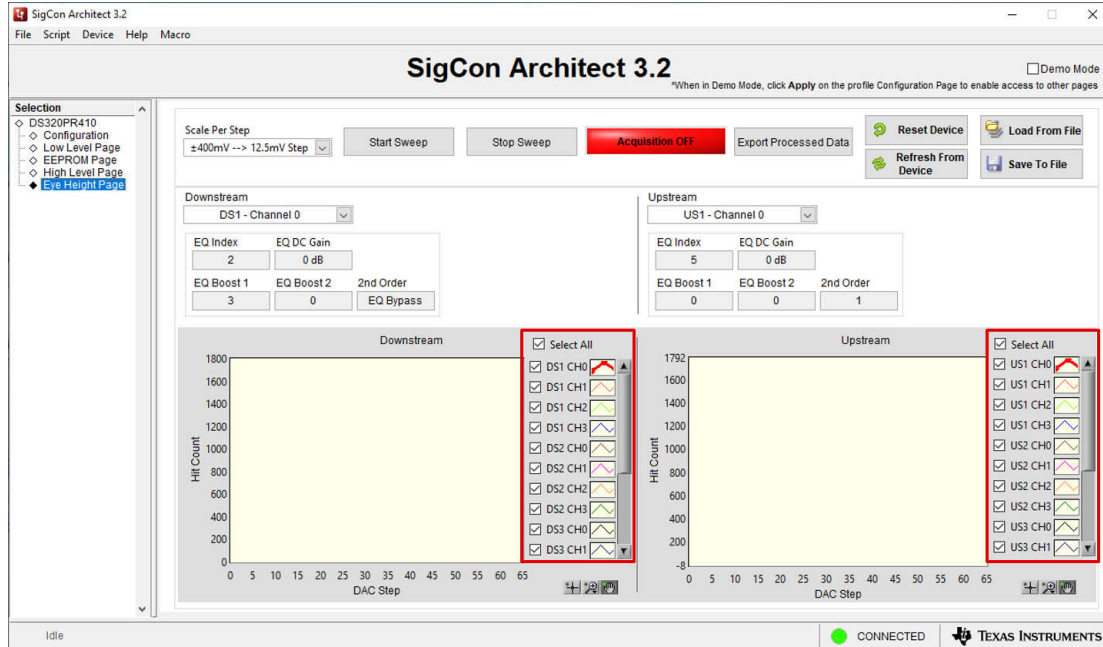

图 6-2. 眼高页面：选择 EyeScan 通道
- 使用 *DSx/USx CHx* 复选框或 *Select All* 复选框为 *Downstream* 和 *Upstream* 器件选择所需 *EyeScan* 捕获的通道。图 6-2 突出显示了这些选项。